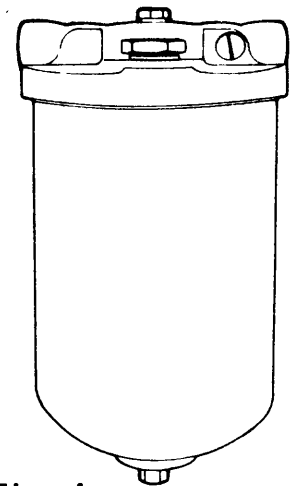

Fig. 4
*Filtro de combustible (fig. 4)*